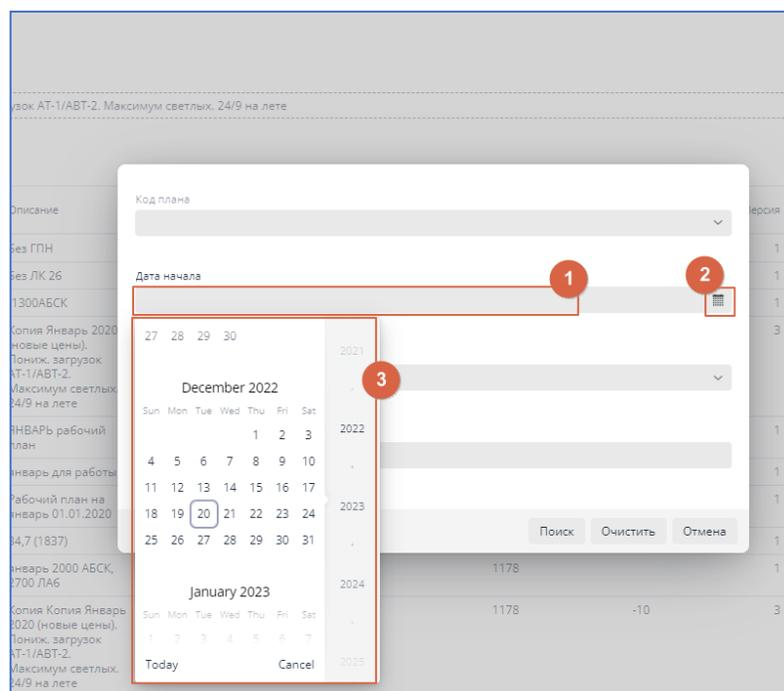

рис. 12.5. Выбор даты
- ввести с помощью клавиатуры в поле **Дата начала** вручную (см. рис. 12.5. [1]);
- выбрать в календаре (см. рис. 12.5. [2], [3]).